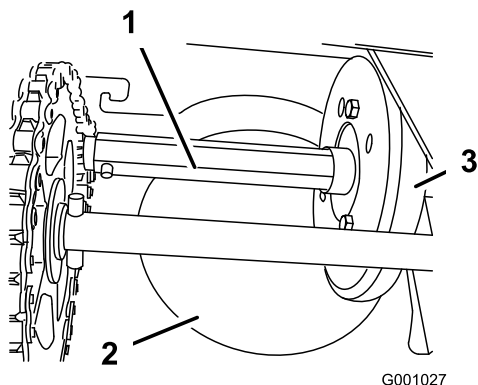

Figure 51
Graissez légèrement l'arbre hexagonal une fois par an avec de l'huile moteur de type automobile (Figure 51).
**Important:** Veillez à ne pas faire couler d'huile sur la roue en caoutchouc ou le plateau d'entraînement à friction en aluminium, sinon la transmission patinera (Figure 51).